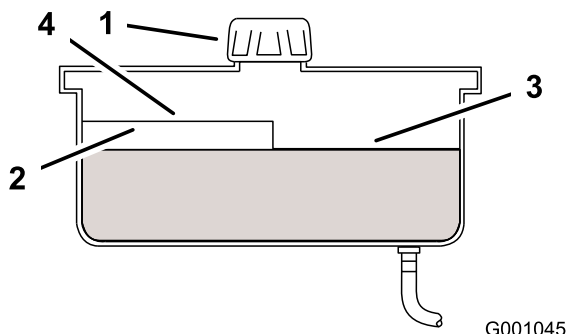

Figure 59
4. Nettoyez la surface autour du bouchon et du goulot de remplissage du réservoir hydraulique (Figure 59).
5. Retirez le bouchon du goulot de remplissage. Vérifiez le niveau d'huile à l'intérieur du réservoir. (Figure 59).
Remarque: Lorsque l'huile est chaude, elle doit atteindre le haut du repère "à chaud" sur le déflecteur (Figure 59).